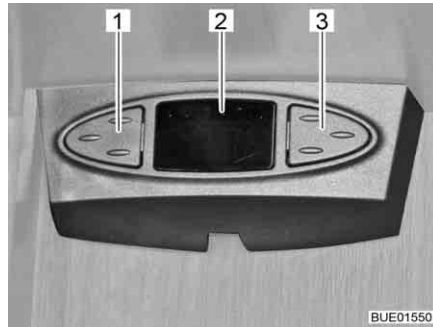

Bild 23 Sat-Maus
Sat-Maus Je nach Modell ist die Satellitenanlage mit einer Sat-Maus ausgestattet. Die Anzeige (Bild 23,2) der Sat-Maus zeigt den eingestellten Kanal an. Mit den beiden Tasten können die Grundfunktionen der Satellitenanlage bedient werden (Senderwechsel, Ein-/Ausschalten).
- Vorherigen Sender aus der Senderliste wählen: Linke Taste (Bild 23,1) drücken.
- Nächsten Sender aus der Senderliste wählen: Rechte Taste (Bild 23,3) drücken.
- Zwischen Radio und TV umschalten: Tasten (Bild 23,1 und Bild 23,3) gleichzeitig kurz drücken.
- Receiver ein-/ausschalten: Tasten (Bild 23,1 und Bild 23,3) gleichzeitig drücken und gedrückt halten.